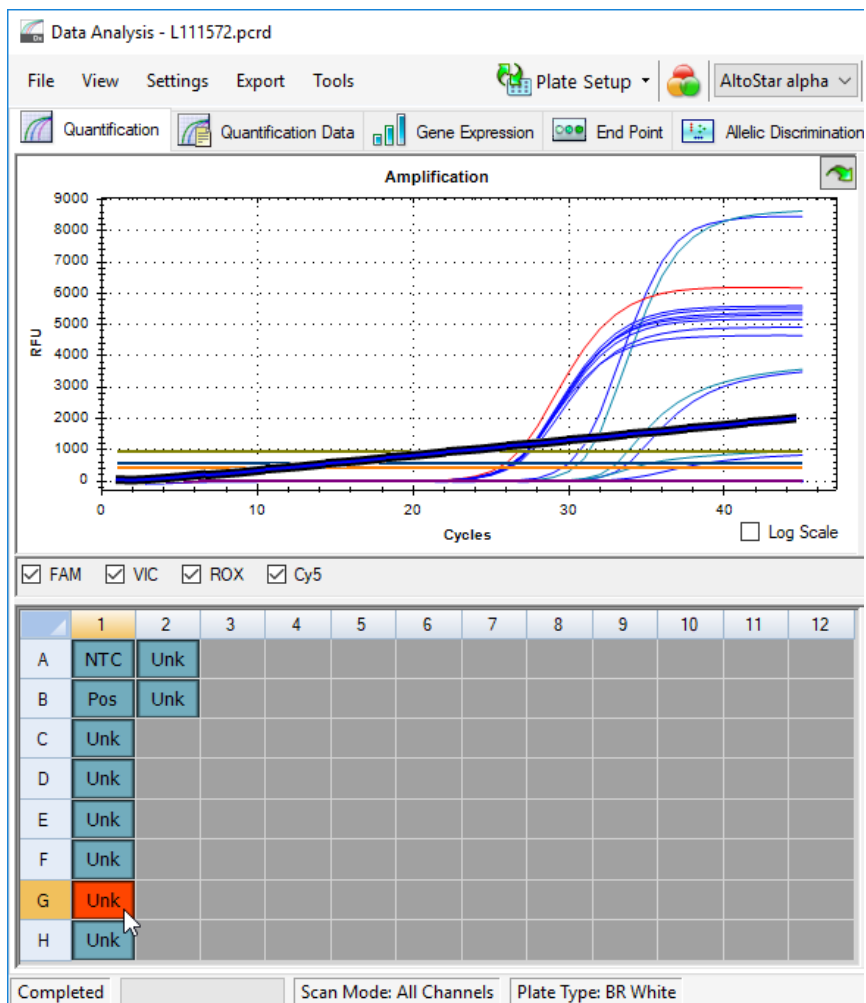

Figura 6: Finestra Data Analysis (Analisi dei dati): segnale PCR irregolare
2. Identificare i pozzetti con segnali PCR irregolari (aumento del segnale lineare, picchi anomali, ecc.) in uno qualsiasi dei canali di rilevamento FAM™ (VZV target), VIC™ (IC), Cy5 (HSV-2 target) o ROX™ (HSV-1 target) (vedere figura 6).